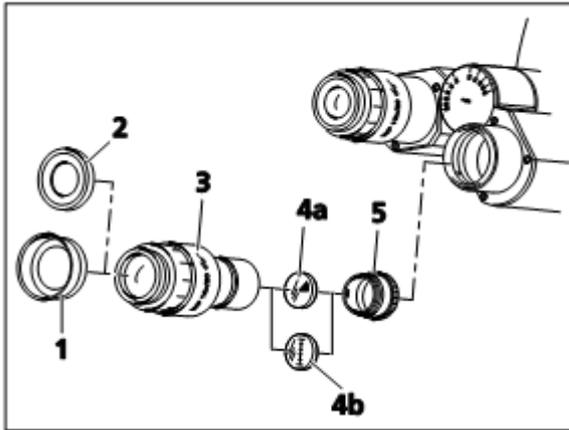

图 14 插入目镜指示器或目镜测微计
目镜（图 14/3）可以装配折叠橡胶眼罩（图 14/1：拉出；图 14/2：折叠）。眼罩与目镜一起提供，但是尚未安装。
- 从目镜上手拧下挡块（图 14/5）。
- 将目镜指示器（图 14/4a）或目镜测微计（图 14/4b）插入目镜中（将镀膜面朝着您的眼睛）。
- 转动目镜（图 14/3）的调焦环在目镜指示器上的楔子状图上调焦。